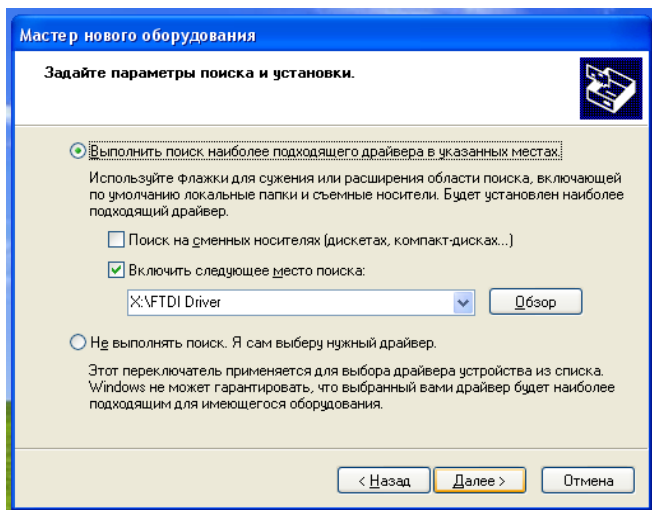

Рисунок 8
- В предложенном диалоге поставить галочку «Включить следующее место поиска» и ввести путь к папке содержащей драйвер (см. рисунок 8). Либо воспользоваться кнопкой «Обзор» для выбора папки драйвера. После выбора нажать «Далее».